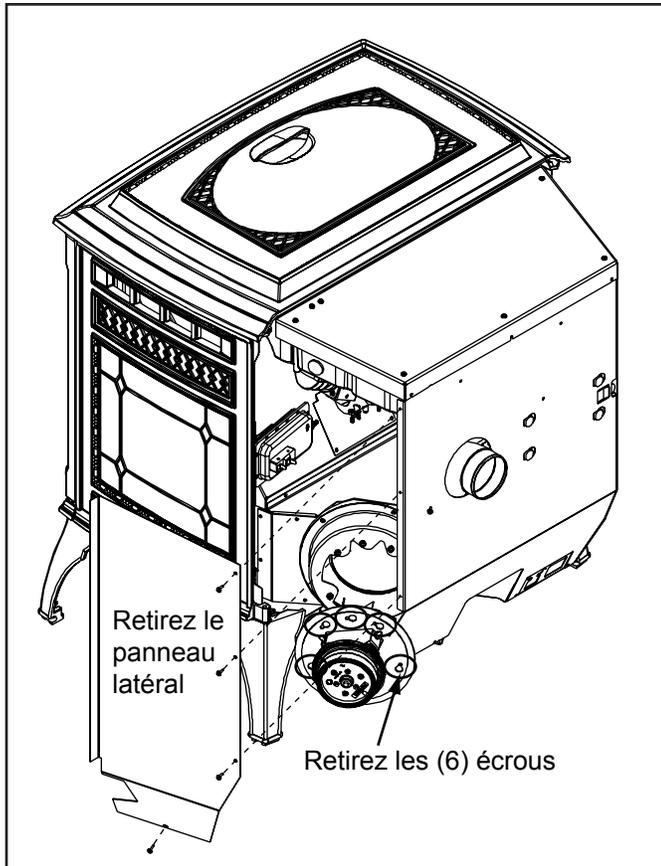

Figure 40.1
2. Retirez le panneau latéral droit en retirant les 4 vis au moyen d'un tournevis à tête Phillips. **Figure 40.1.**